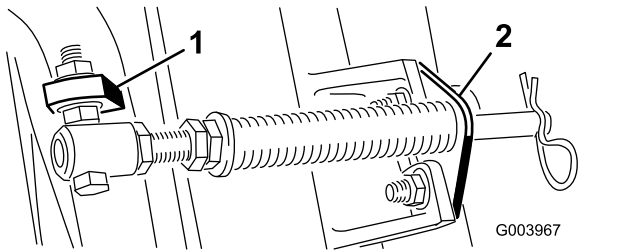
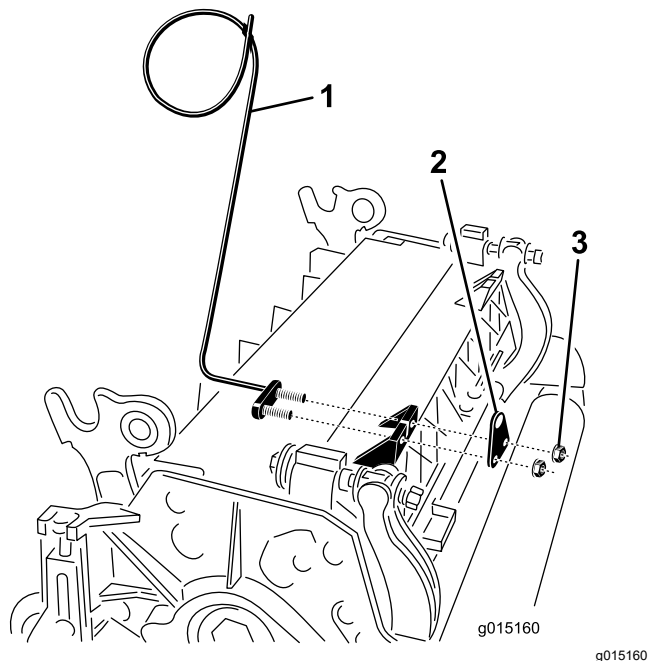

Figura 11
Figura 13
Nota: A cabeça do parafuso deve ser colocada no lado de fora do separador conforme ilustrado na Figura 11.
- E. Monte o suporte da barra nos separadores da unidade de corte com os parafusos e porcas da carroçaria (Figura 11). Na unidade de corte, monte o guia de tubos do lado esquerdo na frente dos separadores da unidade de corte ao reinstalar o suporte da barra (Figura 13).